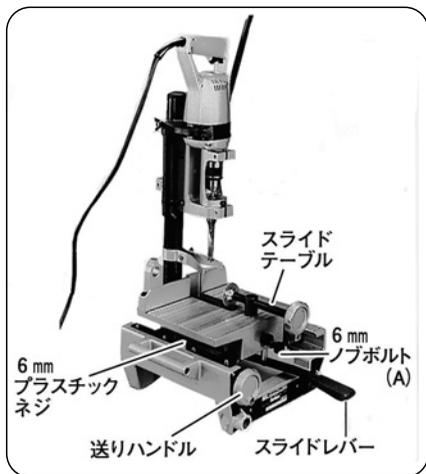

図 21
(図21)
- (2) 左右方向の動きをきつめにしたときは6mmノブボルト(A)を軽く締めて調整します。(図21)